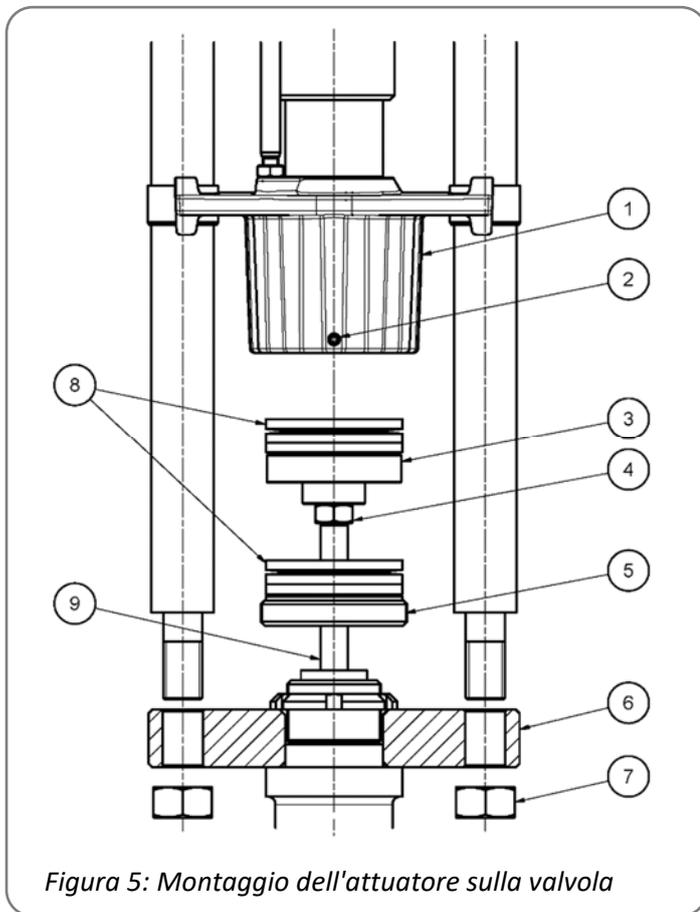

Figura 5: Montaggio dell'attuatore sulla valvola
- Svitare il dado di bloccaggio (figura 5) dalla mandrevite (figura 1) e farlo scorrere sullo stelo della valvola (figura 9).